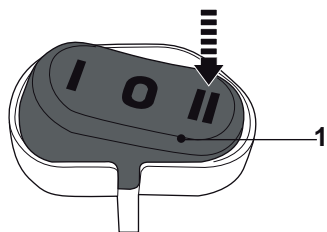

Fig. 28
El interruptor de encendido se utiliza para seleccionar la función de activación de herramienta automática de que dispone la aspiradora. Si se selecciona la posición ON (I), la aspiradora funcionará de manera continua. Si se selecciona la posición AUTO (II) (Fig. 28), la aspiradora se encenderá y apagará automáticamente al encender y apagar la herramienta.